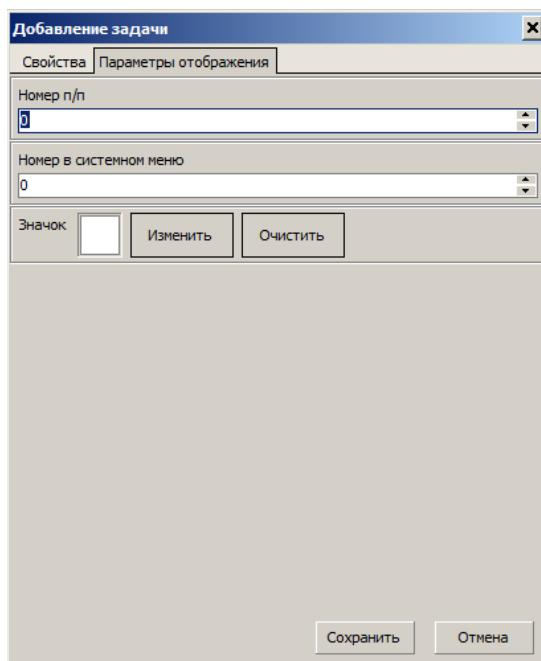

Рисунок 268. Вкладка "Параметры отображения"
5.6 Перейти на вкладку «**Параметры отображения**» (рис. 268).